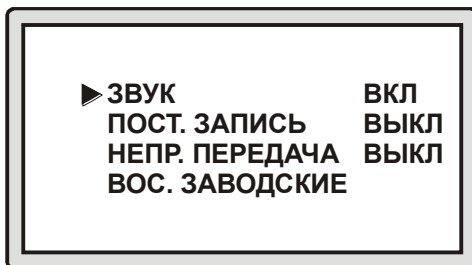

Рис. 10 Подменю «Параметры»
7.1.4 Подменю «**ПАРАМЕТРЫ**» (рис. 10) служит для настройки параметров прибора. Для изменения значения параметра необходимо кнопками «**▲**», «**▼**» установить курсор на нужную строку и нажать кнопку «**◀**».